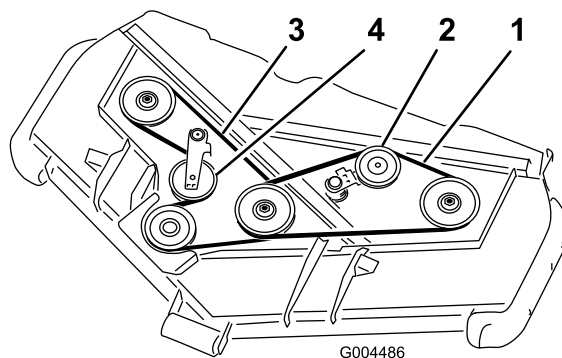

Figure 57
3. À l'aide d'une barre de levier ou d'un outil similaire, éloignez la poulie de tension de courroie supérieure (Figure 57) de la courroie pour détendre cette dernière et pouvoir la déchausser des poulies.
4. À l'aide d'une barre de levier ou d'un outil similaire, éloignez la poulie de tension de courroie inférieure (Figure 57) de la courroie pour détendre cette dernière et pouvoir la déchausser des poulies.
5. Acheminez une courroie neuve autour de la poulie du réducteur, des poulies d'axe inférieures et de l'ensemble poulie de tension, comme montré à la Figure 57.
6. Acheminez une courroie neuve autour des poulies d'axe supérieures et de l'ensemble poulie de tension, comme indiqué à la Figure 57.